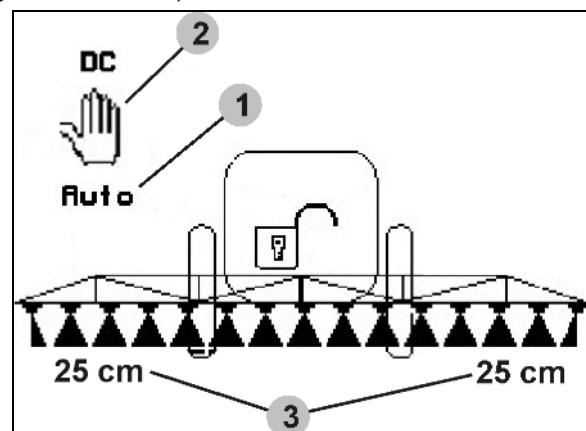

Fig. 74
- Når automatisk drift er innkoblet, vises symbolet "Auto" (Fig. 74/1) på displayet. Maskincomputeren bruker reguleringen av avstanden mellom sprøytedyse og plantedekke.
- I manuell drift vises symbolet (Fig. 74/2). DistanceControl er slått av. Avstanden fra sprøytedyse til plantedekke reguleres manuelt via hælings- og høydejusteringen.
- Aktiver Avstanden mellom sprøytedyse og plantedekke vises i arbeidsmenyen (Fig. 74/3).